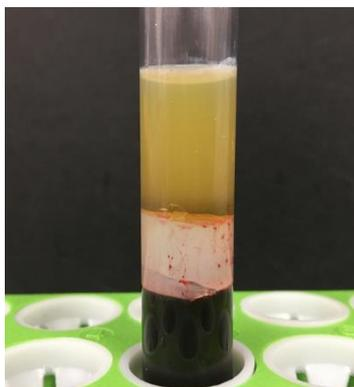
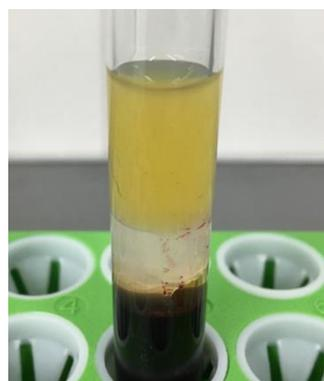

図 1 CM 混和なし検体
図 2 CM 混和あり検体
カイロミクロン (CM) を多く含む強乳び検体は、遠心分離で比重の小さい CM が血清上層部に乳濁状で存在する (図 1)。多くの生化学自動分析装置のサンプリングは液面上部からサンプリングする方式であり、上層部に存在する CM がサンプリングされると、CM 中の中性脂肪 (TG) によって TG 値に正誤差を与える。
実験的に、血清上層部に CM が浮いたまま分析した場合 (図 1) と、分析前に血清上層部に浮いた CM を転倒混和して乳びを均一にして分析した場合 (図 2) で、生化学検査 30 項目と免疫検査 8 項目の計 38 項目のデータ差をみたところ (BM6070 にて)、TG に特に差があり CM 混和なしが高値であった (表 1)。